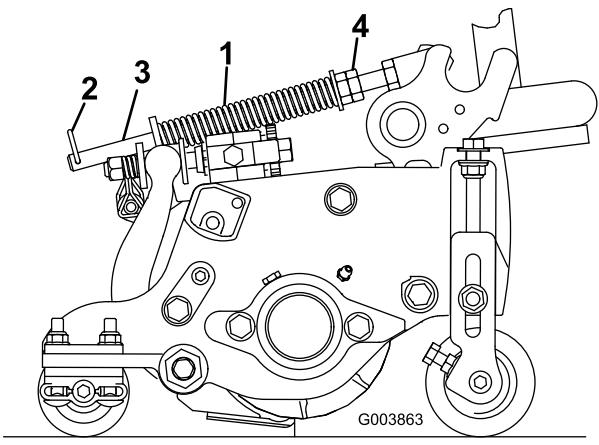

図 17
- 3 ターフ補正スプリング図17は、前ローラから後ローラへと、カッティングユニットの体重移動を行います。これによりユニットを安定させ、いわゆる「波打ったような」仕上がりボビングとかマーセリングといわれる現象を防いでいます。
1. ヘアピンコッターがスプリングロッドの後の穴に差し込まれていることを必ず確認してください図17。
2. スプリングロッド前部の六角ナットを締めて、スプリング圧縮状態の長さが以下の通りになるようにする5インチカッティングユニットでは 12.7cm 7インチカッティングユニットでは 15.9cm 図 17。